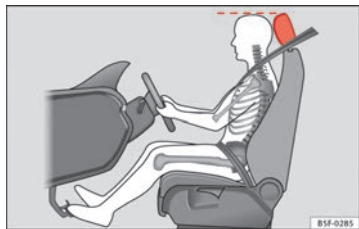

Fig. 2 Posición correcta del apoyacabezas del conductor.
- Ajuste el apoyacabezas de modo que el borde superior del mismo quede a la altura de la parte superior de su cabeza ⇒ fig. 2.